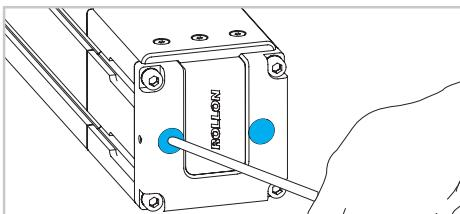

Abb. 9
- 9) Entfernen Sie die Schrauben der Umlenkriemenscheibe (Abb.9).